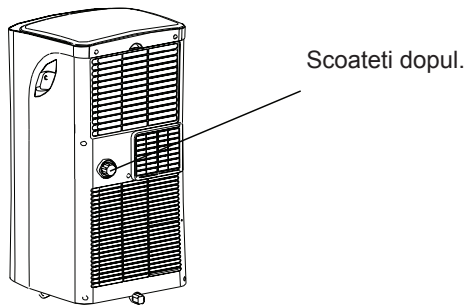

Fig.21
- In timpul functionarii modului de dehumidificare, scoateti dopul din spatele unitatii si instalati conectorul (12/20cm) impreuna cu unul de 7/16cm pe care il puteti achizitiona separat. Pentru modelele care nu dispun de un conector pentru scurgere, atasati doar furtunul de scurgere (fig 21&22).